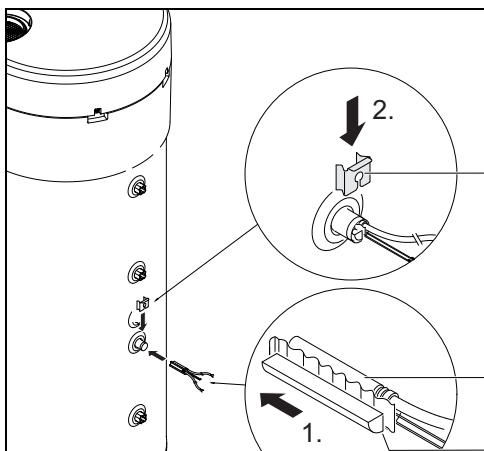

Fig. 11
- ▶ Montar o conjunto de fixação (Fig. 11, [1]), o sensor NTC do acessório (Fig. 11, [2]) e posicionar o conjunto de acordo com a Fig. 11.
- ▶ Colocar o clip de fixação (Fig. 11, [3]).